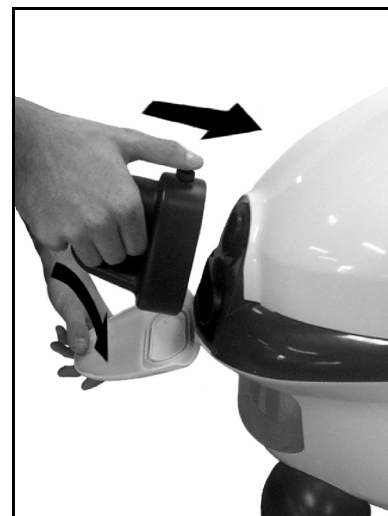

Fig. 6
- Premere l'interruttore generale (1) presente sotto il pannello comandi, il primo livello degli indicatori di aspirazione (10) inizierà a lampeggiare.
- Premere il pulsante accensione caldaia (2). Si illuminerà la spia funzionamento caldaia (4); automaticamente la sonda livello caldaia azionando una pompa richiederà acqua al serbatoio autorimpimento riempiendo la caldaia.
- Attendere che la spia pressione (6) si accenda. A questo punto l'apparecchio è pronto per poter generare vapore.
- Aprire lo sportello della presa monoblocco (24); inserire la spina monoblocco (B2) premendo il pulsante (B3) (Fig. 6).
- Per azionare l'aspirazione si può operare indifferentemente dal pulsante accensione (8) presente sul pannello comandi o dal pulsante aspirazione (A4) posto sull'impugnatura (A2).
- Nel caso si volesse utilizzare solo l'aspirazione, premere l'interruttore generale (1) presente sotto il pannello comandi, il primo livello degli indicatori di aspirazione (10) inizierà a lampeggiare.
- Aprire lo sportello presa monoblocco (24); inserire la spina monoblocco (B2) premendo il pulsante (B3) (fig. 6).
- **Dal pannello comandi:** tenendo premuto il pulsante accensione (8) per alcuni secondi, inizierà a funzionare l'aspiratore alla minima velocità ed il primo stadio dell'indicatore luminoso (10) da lampeggiante diventerà fisso. Per il corretto uso dell'aspirazione leggere il capitolo "Regolazione aspirazione/spegnimento".
- **Dall'impugnatura:** premere il pulsante (A4) sull'impugnatura (A2), inizierà a funzionare l'aspirazione alla minima velocità ed il primo stadio dell'indicatore luminoso (10) da lampeggiante diventerà fisso. Per il corretto uso dell'aspirazione leggere il capitolo "Regolazione aspirazione/spegnimento".
Aprire lo sportello della presa monoblocco (24); inserire la spina monoblocco (B2) premendo il pulsante (B3) (Fig. 6)